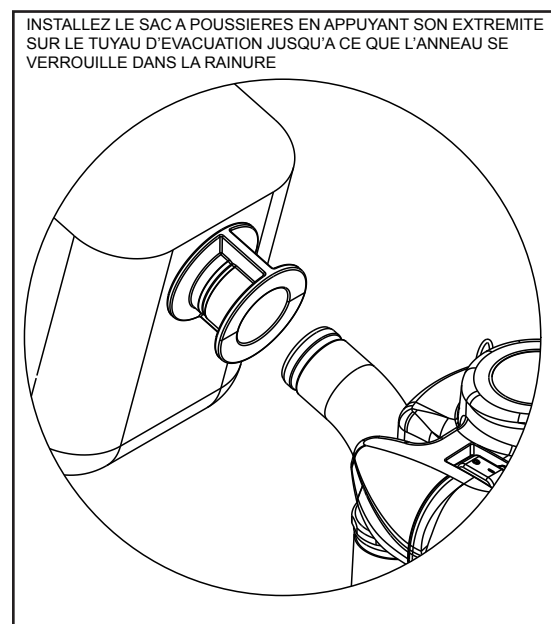

Figure 3.2
1. Installez le sac à poussières en appuyant son extrémité sur le tuyau d'évacuation jusqu'à ce que l'anneau se verrouille dans la rainure (figure 3.2). On y parvient plus facilement en appuyant sur l'arrière de l'ouverture du sac avec la paume de la main.